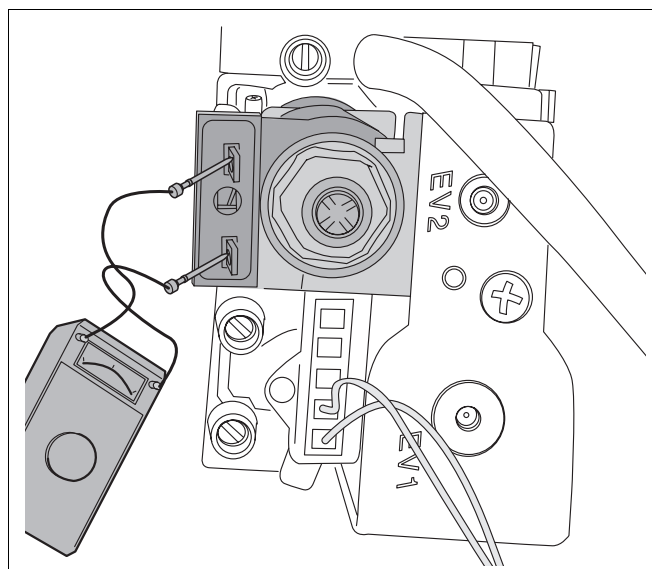

Fig. 25 Mesurer la résistance de la bobine de la soupape de modulation
- Mesurer la résistance. Si la résistance est d'environ 80 Ohm, la bobine de la vanne de modulation est en bon état (fig. 25).